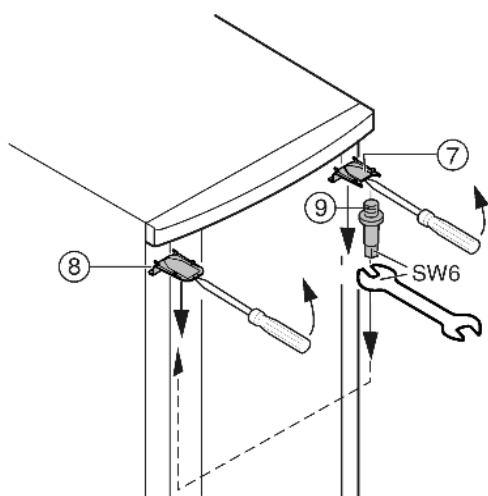

Fig. 7
- ▶ Popustite sprijeda odvijačem gornji pokrov Fig. 7 (7) i pokrov Fig. 7 (8) i uklonite ih koso prema dolje.
- ▶ Odvrite svornjake ležišta Fig. 7 (9) i zavrnite ih na suprotnoj strani (silom od 4 Nm).
- ▶ Ponovo montirajte pokrov Fig. 7 (7) na strani svornjaka ležišta: umetnite ih straga, a zabravite sprijeda.
- ▶ Montirajte pokrov Fig. 7 (8) na suprotnoj strani: umetnite ih straga, a zabravite sprijeda.
- ▶ Objesite vrata gore u svornjak ležišta Fig. 7 (9).